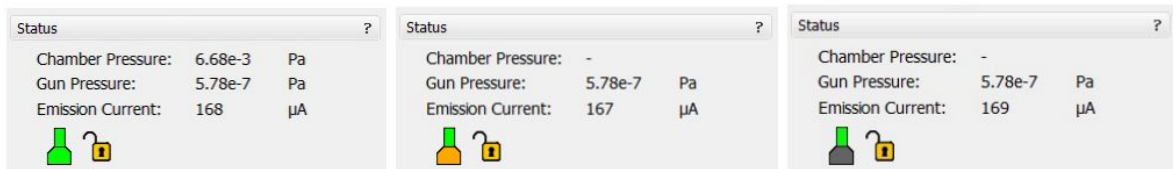

Figura 8. Sequência de mudanças no indicador de pressão durante a ventilação da câmara.
- ✓ Observe a pressão cair no indicador “*Chamber Pressure*” enquanto o indicador “*Gun Pressure*” permanece inalterado. Isso ocorre, pois somente a câmara de amostras está sendo evacuado. O mesmo acontece com as cores do ícone de pressão, observe que apenas a parte de baixo vai mudando de cor, de verde para amarelo e de amarelo para cinza (figura 8).
- ✓ Aperte o botão “*vent*” para despressurizar a câmara. Dentro de alguns minutos o indicador do vácuo, no canto inferior direito, passará de verde para amarelo, e finalmente ficará cinza (ver Figura 8). Quando o indicador da coluna estiver cinza você poderá abrir a câmara e retirar suas amostras.